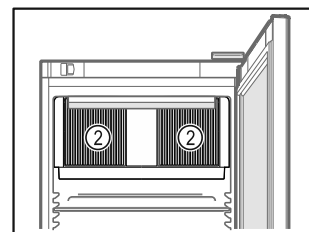

Fig. 79
- No obstruir la ranura de ventilación Fig. 79 (2) del ventilador de recirculación de aire del interior.